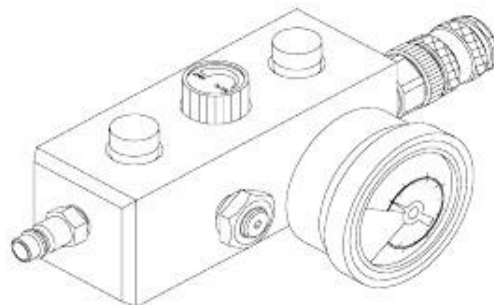

Abb. 1-15. Eintasten-Controller
a. Eintasten-Controller - Bestellnr. 22-796100 (Abb. 1-15). Controller mit einem Eingang/einem Ausgang einschließlich Schnelltrenn-Schlaucharmaturen und einem Bypassventil, um bei Bedarf einen konstanten Luftstrom zur Stütze zu ermöglichen. Ein Manometer überwacht den auf die Stütze ausgeübten Druck, und ein Sicherheitsventil (250 psi - 17,2 bar) begrenzt den Luftdruck.